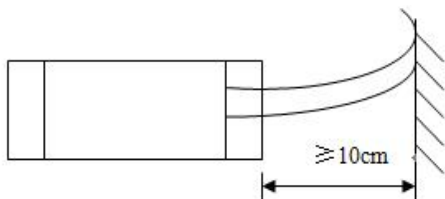

图 2 光纤安装示意图
在安装光开关模块时，光纤不得过度弯曲（可参考图 2），以免影响光开关模块的性能指标
3. 控制接口的详细管脚定义及模块安装请参考表1和图2，确保连线正确。在确定连线无误后，再加电操作。